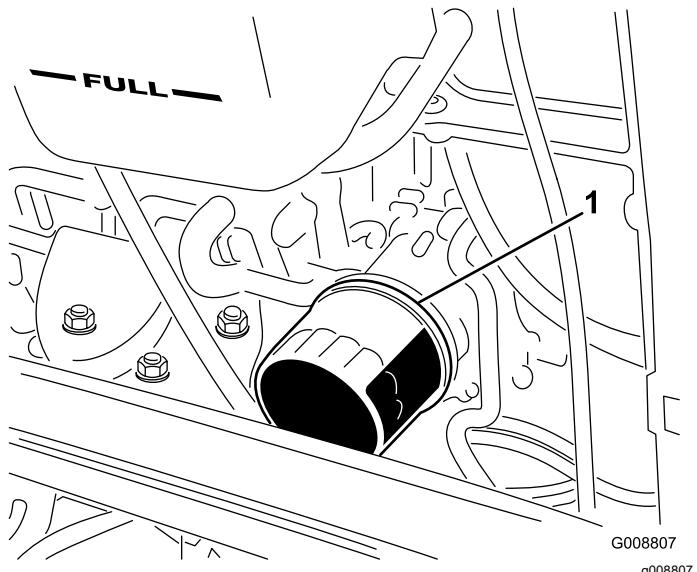

Рисунок 58
- Снимите масляный фильтр (Рисунок 58).